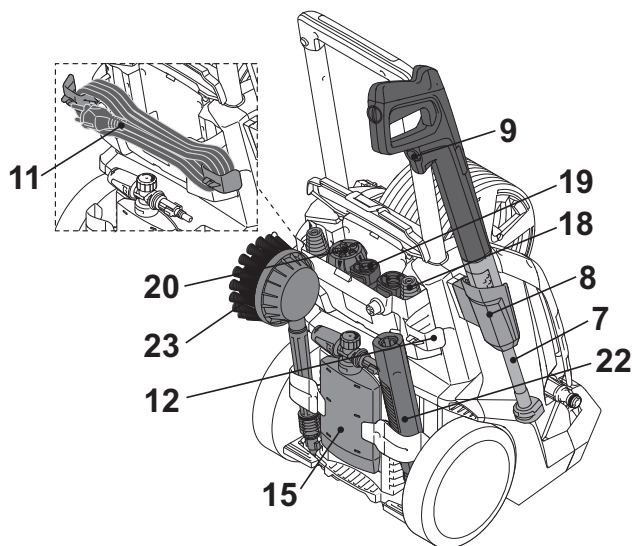

Fig. 18
Utilice el soporte del cable de alimentación (12) para guardarlo (11) (Fig. 18).
Utilice el soporte superior de la pistola de pulverización (8) para guardar la pistola (9) y la lanza de extensión (7) (Fig. 18)
Los accesorios (depósito de detergente (15), boquilla giratoria (18), adaptador de la boquilla giratoria (19), 5 en 1 (20), lanzacorta de extensión (22), cepillo giratorio (23)) pueden ser almacenados en la parte trasera del producto. (Fig. 18).